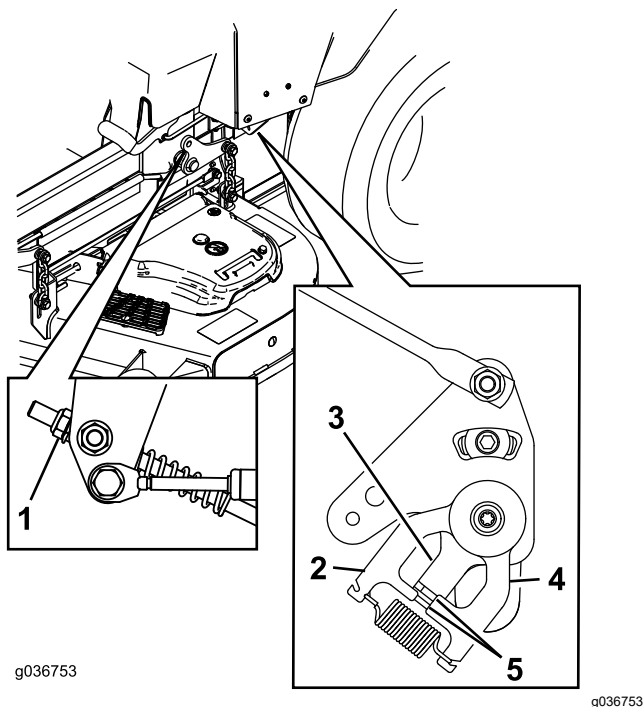

Figura 70
11. Reglați lungimile tijei de control a pompei prin rotirea piuliei în direcția corespunzătoare până când roile încep să se rotească ușor în marșier (Figura 69 și Figura 70).